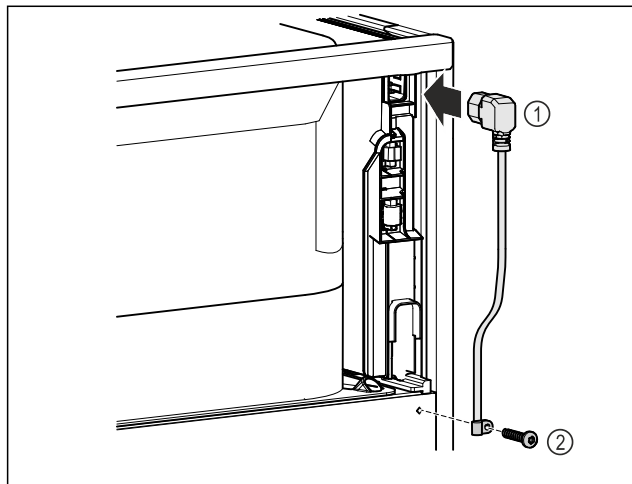

Fig. 8
- ▶ Utaknite utikač za hladnjak električnog kabela Fig. 8 (1) na stražnju stranu uređaja.
- ▶ Montirajte vlačno rasterećenje. Fig. 8 (2)